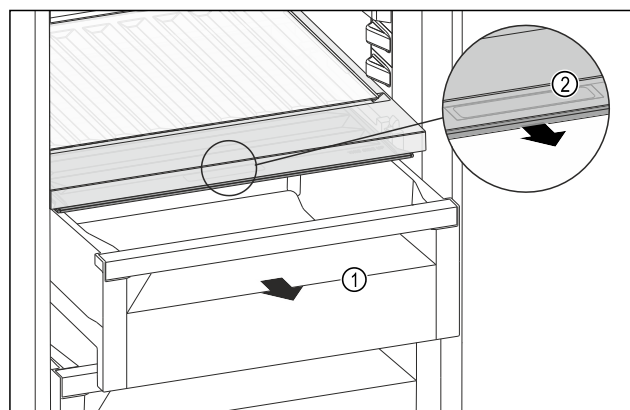

Fig. 120
- Изтеглете чекмеджето Fig. 120 (1).
- Хванете вдлъбнатия захват Fig. 120 (2) на капака на отделениято и едновременно с това издърпайте напред капака на отделениято.